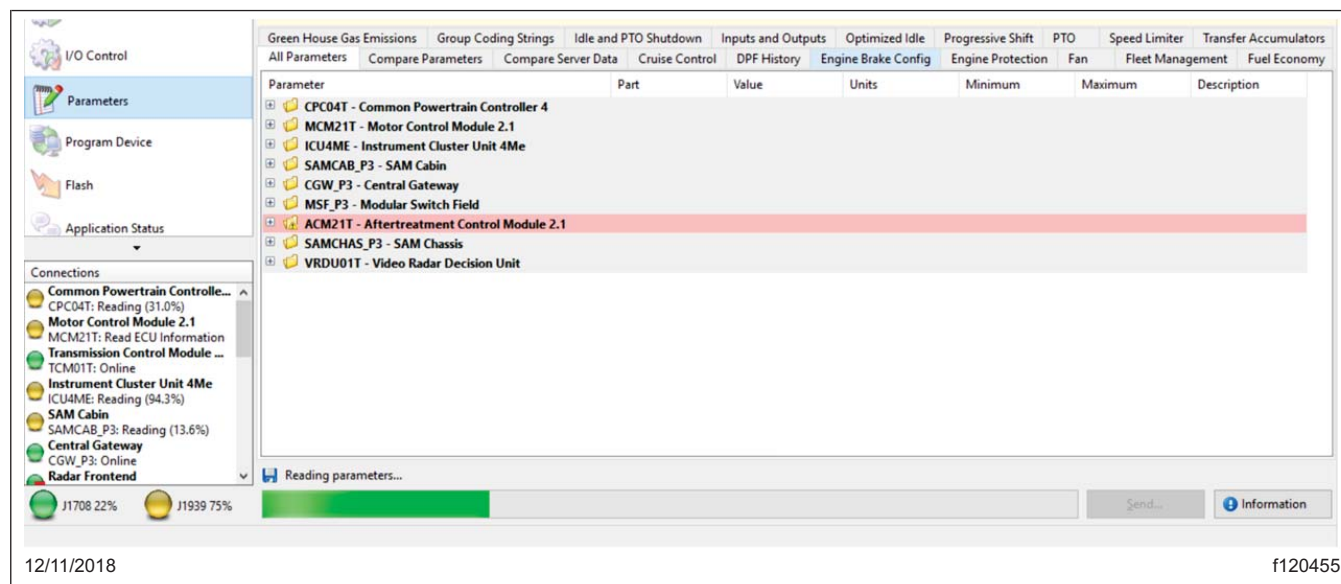

Fig. 4, Lecture des paramètres du véhicule dans DiagnosticLink
5. Une fois tous les contrôleurs branchés, lisez les paramètres du véhicule. Reportez-vous à la figure 4.